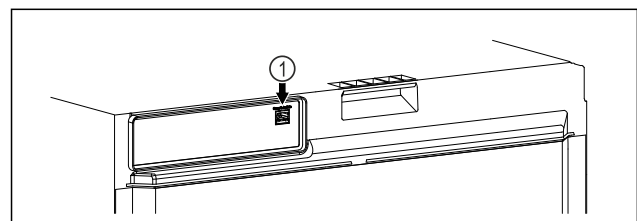

Fig. 117
- ❑ SmartModule Fig. 117 (1) ist eingesetzt.